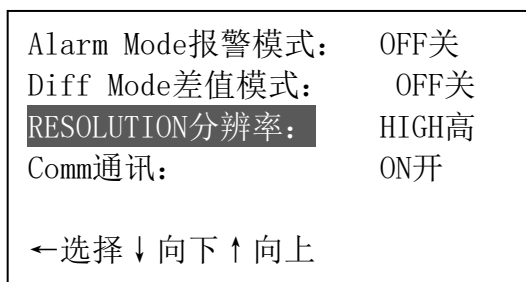
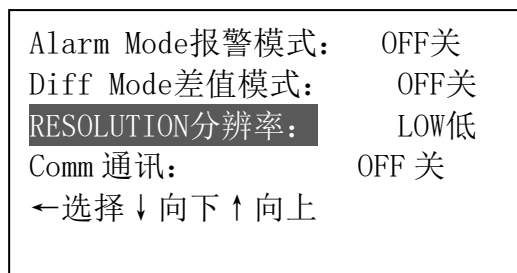

图 29
图 30
- d. 按 ↑或↓键选择 RESOLUTION 分辨率，按 ←键循环显示高（0.001mm）和低（0.01mm），（如图 29 和图 30）：